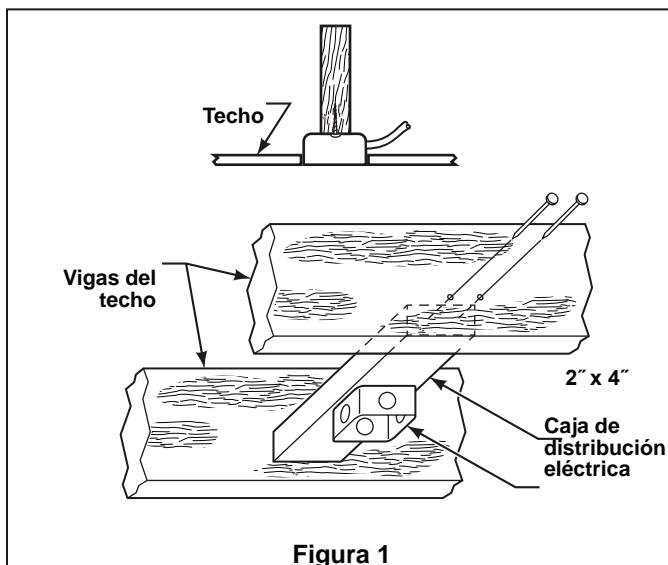

Figura 1
**NOTA:** Si no está seguro de la descripción de una pieza, consulte la ilustración del despiece. (Figura 1, página 21)
Su nuevo ventilador de techo requiere una línea de suministro eléctrico con conexión a tierra de 120 voltios de CA, 60 Hz, circuito de 15 amperios. La caja de distribución eléctrica debe estar bien asegurada y debe ser capaz de soportar una carga de, al menos, 15,9 kg (35 lb). La Figura 1 muestra diversas configuraciones estructurales que podrían utilizarse para montar la caja de distribución eléctrica.
1. Afloje el tornillo de fijación de la semiesfera para lograr que ésta pueda desplazarse libremente por el barral. Retire el pasador del barral y luego extraiga la semiesfera. Conserve el pasador y la semiesfera para su reinstalación en el Paso 5 (Figura 1).